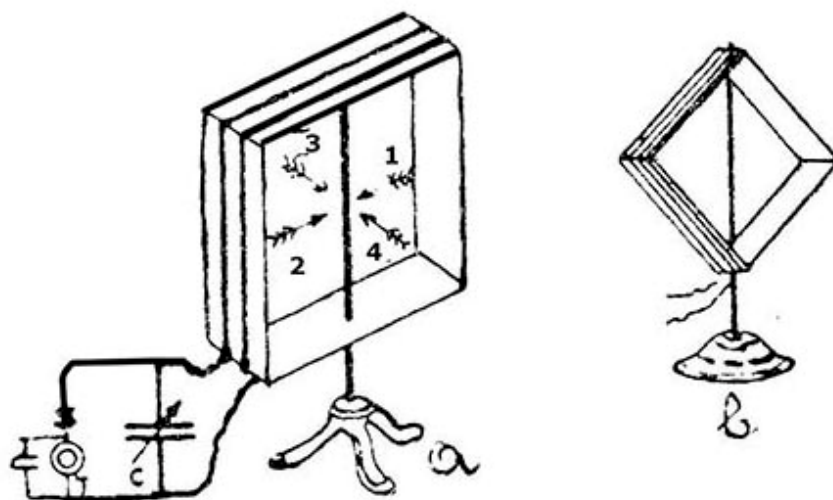

Рис. 1
если на деревянную рамку, изображенную на рис. 1, намотать некоторое количество витков изолированной проволоки, к концам которой присоединить переменный конденсатор С, то получается замкнутый колебательный контур, могущий колебаться волной, длина которой зависит от емкости С и самоиндукции L рамки.
2. *Рамка обладает направляющим действием, т.е., установленная, как показано на рис. 1, и настроенная на проходящую волну, она лучше всего принимает сигналы в направлениях, указанных стрелками 1 и 2, т.е. волну, проходящую в плоскости рамки, и совсем не принимает волн, проходящих в направлениях 3 и 4, т.е. волн, проходящих перпендикулярно плоскости рамки. Таким образом, установив рамку в некотором направлении, при котором получается наиболее громкий звук, мы можем определить, в каком направлении от нее находится передающая станция.*
Рамки могут быть самой разнообразной величины и формы. Наиболее практичной считается рамка в виде ромба, поставленного на угол, рис. 1в.
Магнитная рамочная антенна имеет вид петли, которая подключена к конденсатору переменной емкости. В качестве петли (излучателя) используется труба, толщиной от 10 до 30 мм, выполненная из меди или из сплавов алюминия. Периметр излучателя обычно находится в пределах от $0,03\lambda$ до $0,25\lambda$. Излучатель может иметь любую форму (квадрат, треугольник, круг), наибольшее распространение получил излучатель, выполненный в форме круга, как это и показано на рис. 1